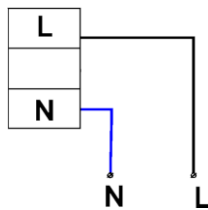

Рис.1.
3.1 Сетевой кабель (сечение провода - от 0,75 мм² до 2,5 мм²) пропускается через сальник коробки с аппаратурой и присоединяется к клеммной колодке: L1- некоммутируемая фаза; N- нейтраль. (см. рис. 1). Для обеспечения степени защиты оболочки коробки присоединение должно осуществляться через шнуровой кабель типа ПВС. Сечение проводов питания должно быть в пределах 0,75-2,5 мм².